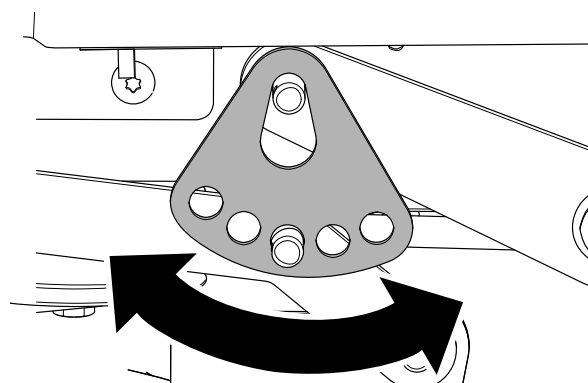

Figura 63
7. Gire la placa de ajuste de la altura de corte a otro orificio para que apoye el peso de la carcasa de corte después de instalar la placa (Figura 63).
8. Instale la arandela y la chaveta (Figura 63).